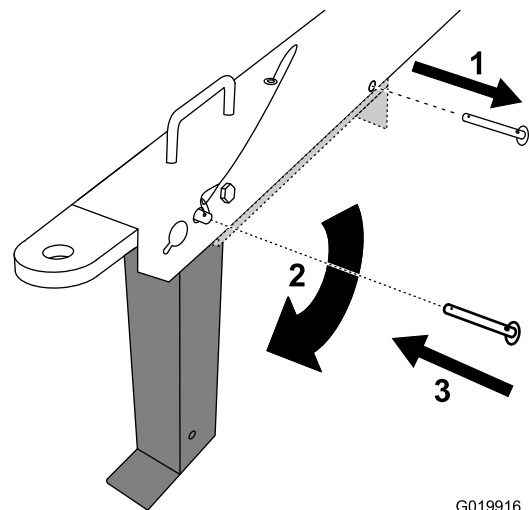

Figura 31
6. Retire el pasador de horquilla de la pata estabilizadora delantera y de la barra de tracción (Figura 31).
7. Gire la pata estabilizadora delantera hacia el suelo (Figura 31).
- Introduzca el pasador a través del taladro delantero de la barra de tracción y de la pata estabilizadora delantera (Figura 31), y baje la máquina con cuidado al suelo.